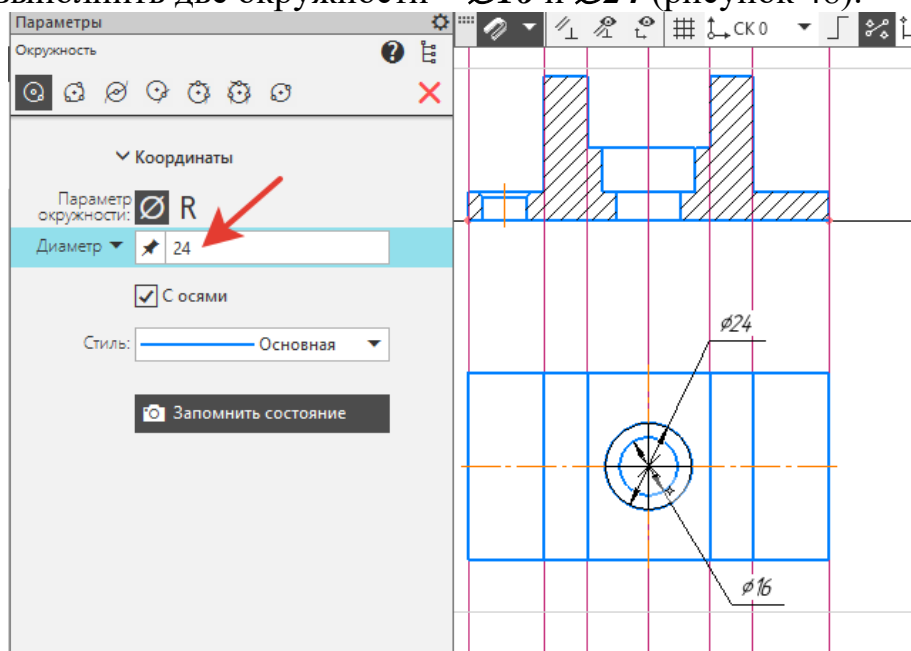

Рисунок 48.
12. Выполнить средние четыре вертикальные прямые. В центре прямоугольника выполнить две окружности – $\varnothing 16$ и $\varnothing 24$ (рисунок 48).